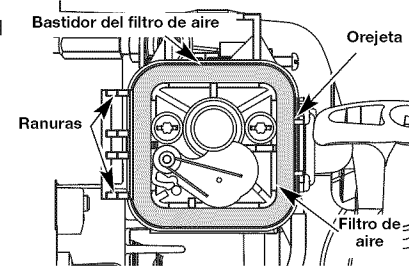

Fig. 16
2. Quite el filtro de aire (Fig. 16).
6. Reemplace el filtro (Fig. 16).
7. Vuelva a instalar la tapa del filtro de aire. Coloque las ranuras en el lado izquierdo de la tapa del filtro de aire sobre las lengüetas en el lado derecho de la placa posterior (Fig. 16).